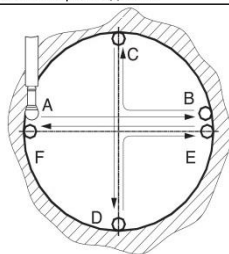

Рис. 6. Центрирование и измерение отверстий.
6. Центрирование и измерение отверстий и валов (оси X,Y см. Рис. 6).